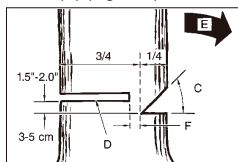

Fig. 11B
⚠ AVERTISSEMENT : ne passez jamais devant un arbre qui a été entaillé. Effectuez la coupe d'abattage (D) de l'autre côté du tronc, environ 1,5-2,0 pouces (3-5 cm) au-dessus du bord de l'entaille (C) (Fig. 11B)